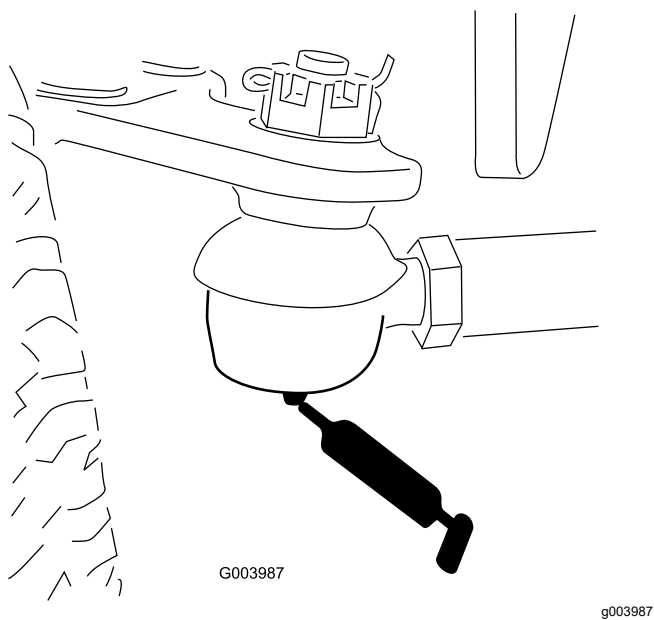

Figure 33
- Bielle de essieu arrière (2) – Figure 33